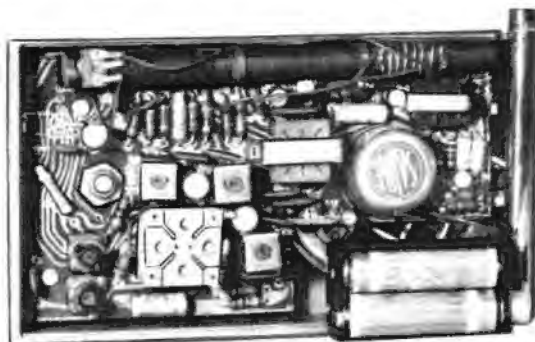

Figura 20
* Coloque las cuatro pilas de 1,5 V en el porta pilas. Observe en la figura la posición y la polaridad de las pilas. (Figura 20.)